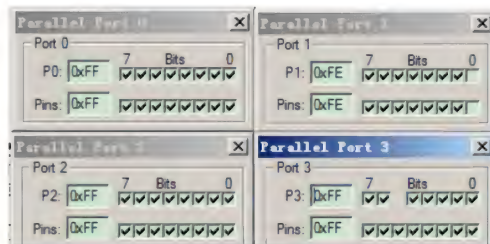

图 4.31 并行 I/O 口状态观察窗口
- 并行 I/O 口：并行 I/O 口观察窗口如图 4.31 所示。四个并行 I/O 口都是一样的，以 P0 为例，图中 P0 栏用于显示 P0 口锁存器状态，Pins 栏用于显示 P0 口各个引脚的状态。仿真时各位的状态都可根据需要进行修改。